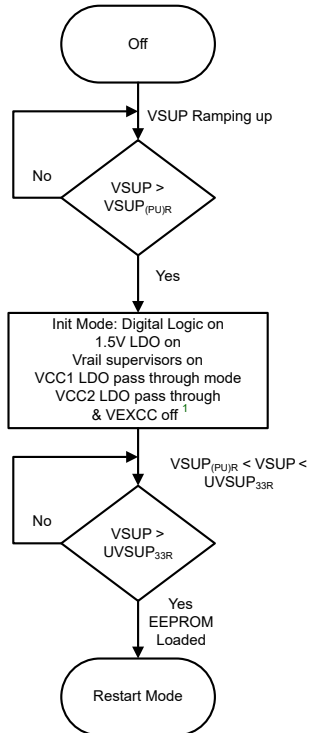

図 8-3. 起動時の状態図
デバイスでは、パワーオンリセット (VSUP_{(PU) R/F}) と低電圧 (UVSUP_{33R/F} および VSUP_{5R/F}) の 3 つの VSUP 電圧レベルが監視され、ランプアップとダウンの両方の値が監視されます。UVSUP も、VCC1 の電圧レベルに応じて 2 つの異なるスレッシュホールドに分解されます。UVSUP については、セクション 8.4.8.8 で説明します。パワーアップについては、図 8-3 は利用可能な電圧レベルと機能と時期に関する情報を提供します。